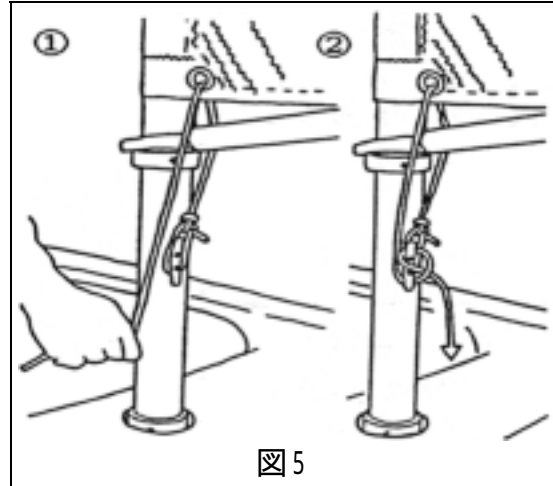

図5
- セ - ルにカニンガム用口 - プを通しクリ - トに結ぶ。〔図5 -     〕